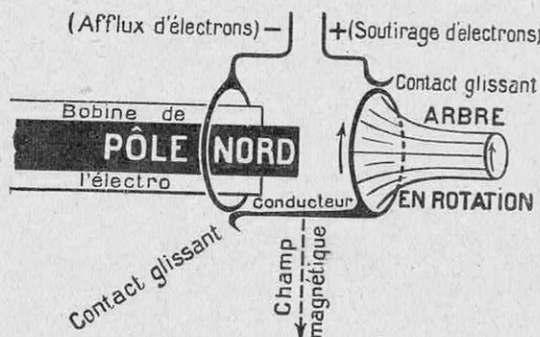

FIG. 5.
(1) Pour trouver le sens du déplacement du pont, il suffit d'appliquer la règle des trois doigts de la main gauche (*La Science et la Vie*, p. 467, fig. 5) en faisant coïncider le pouce avec le champ magnétique et le médius avec la vitesse : l'index donne la direction de la force appliquée.
(2) Isolé ou dénudé, peu importe.
(1) On applique à nouveau la règle des trois doigts de la main gauche (*La Science et la Vie*, p. 467, fig. 5) en faisant coïncider le pouce avec le champ magnétique et le médius avec la vitesse communiquée par la main aux électrons : l'index donne la direction de la force appliquée.
a) Au lieu du champ magnétique terrestre, dont l'intensité est infime, on utilise l'un des pôles, par exemple le pôle nord (fig. 5), d'un électroaimant (dit « inducteur ») ;
b) Pour accroître la vitesse, on rend le conducteur solidaire d'un arbre de machine, en rotation rapide (4) ;
(1) Emergeant du mercure.
(2) Une section du fil est néanmoins traversée, pendant chaque seconde, par 200.000 milliards d'électrons.
(3) Notamment que les fils de jonction seront plus gros et plus courts.
(4) Naturellement, on supprime le mercure (fig. 3) et on aménage deux contacts glissants (fig. 5).
(1) Le pôle sud (non représenté fig. 5) pourrait être entouré d'une cage d'écureuil analogue à celle dont nous venons de parler.